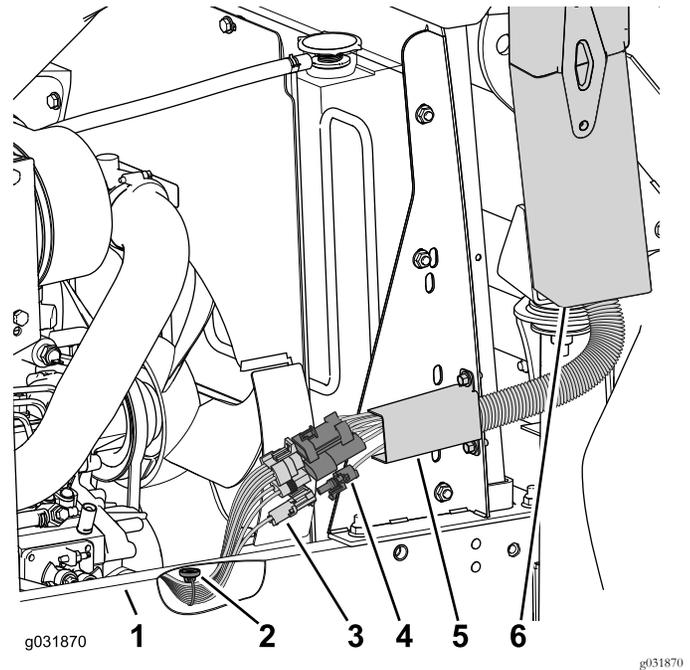

Figura 53
- Posicione el soporte magnético en la parte inferior del bastidor (Figura 53).
5. Conecte el arnés de cables de la máquina al arnés de cables de la cabina (Figura 53).